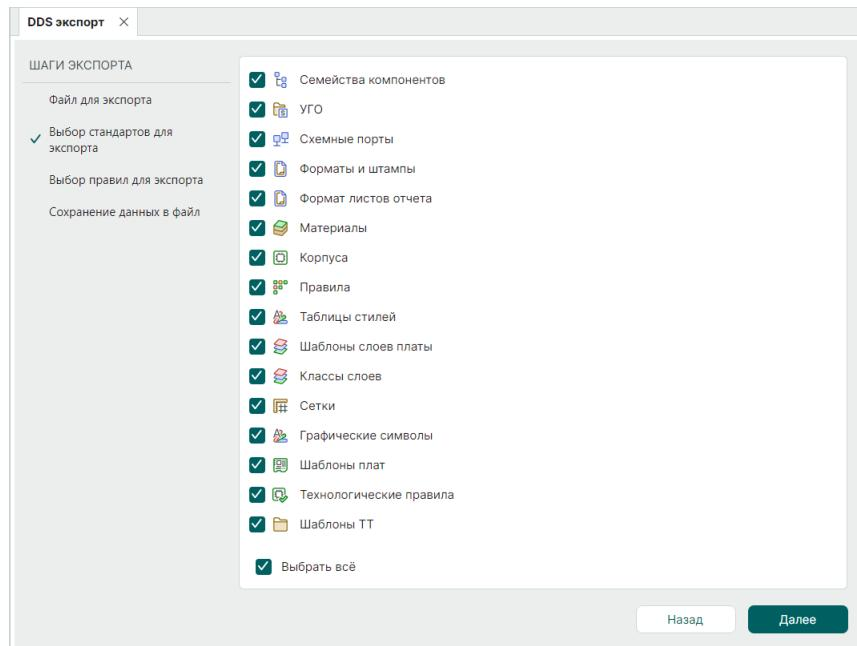

Рис. 10 Выбор экспортруемых стандартов
4. На следующем этапе выберите экспортимые разделы стандартов путем установки флага в поле рядом с наименованием раздела, см. Рис. 10. При необходимости путем установки или снятия флага в поле «Выбрать все» возможно выбрать или снять флаги со всех разделов одновременно.